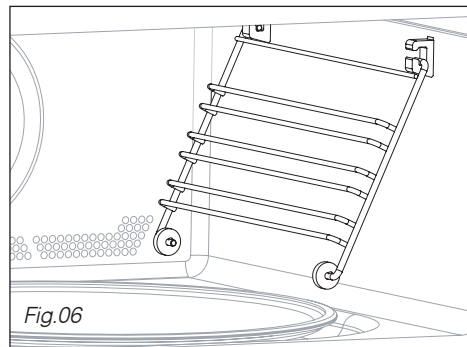

Fig.06
• **Les grilles latérales** (Fig.06): 2 gradins à accrocher vous permettent d'utiliser la grille sur 3 niveaux.